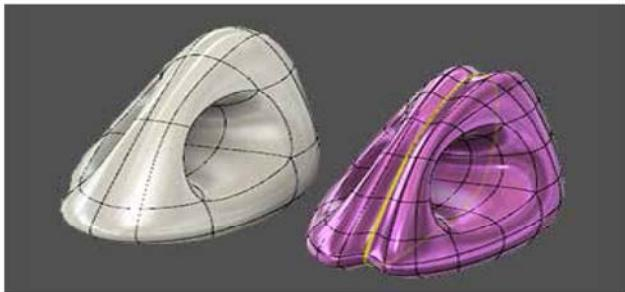

图 2-104
(1) 编辑形状：使用变换、旋转和缩放编辑来操纵面、边和顶点。选择面、边和顶点以启用操纵器，双击面或边选择回路。
(2) 插入边：在原始边的指定位置处插入边（见图 2-104）。选择边或双击选择回路。